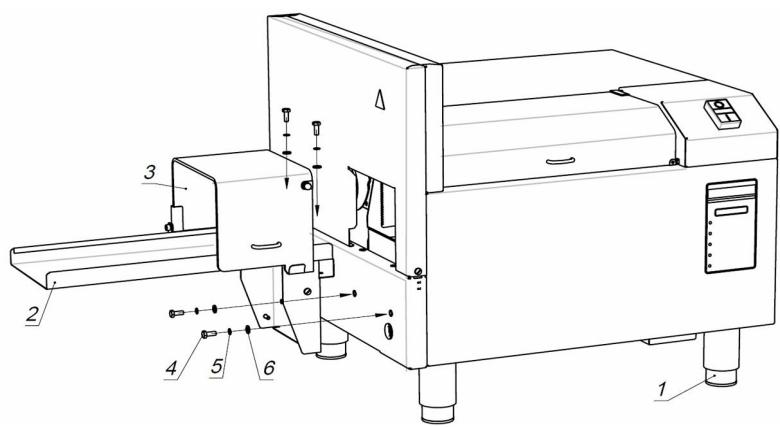
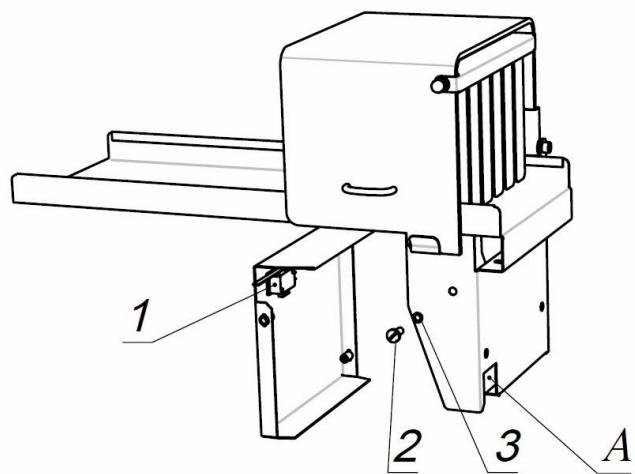
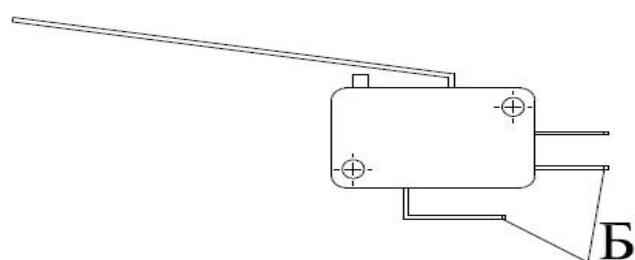

Рис.1
Рис. 2
Рис. 3
- Вкрутить съёмные части ножек (поз. 1) (рис. 1).
- Протянуть провод питания микровыключателя через паз А (рис.2) в платформе (поз.2) (рис.1) и монтировать наконечники проводов на соответствующие клеммы Б (рис.3).
- Платформу для сбора хлеба (поз.2) (рис.1) крепить к корпусу хлеборезки при помощи крепежа M6 (болт M6x14, шайба 6, гровер 6) (поз.4,5,6)- 4шт.
- Крышку с микровыключателем (поз. 1) (рис. 2) привернуть к платформе (поз.2) (рис.1) при помощи крепежа M5 (винт M6x14, гровер 6) (поз.2,3) -2 шт.
5.2.4. Нарезанный хлеб собирается на платформе. Чтобы взять его необходимо открыть предохранительную крышку (поз.3) (рис.1).